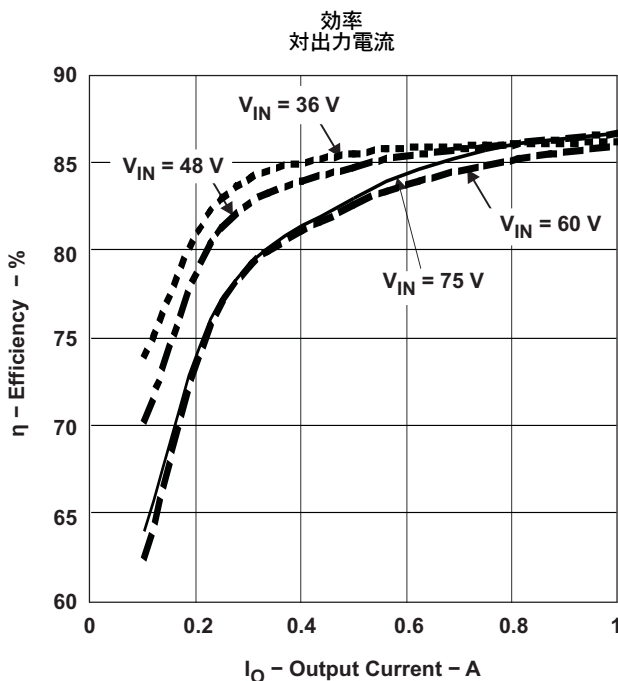
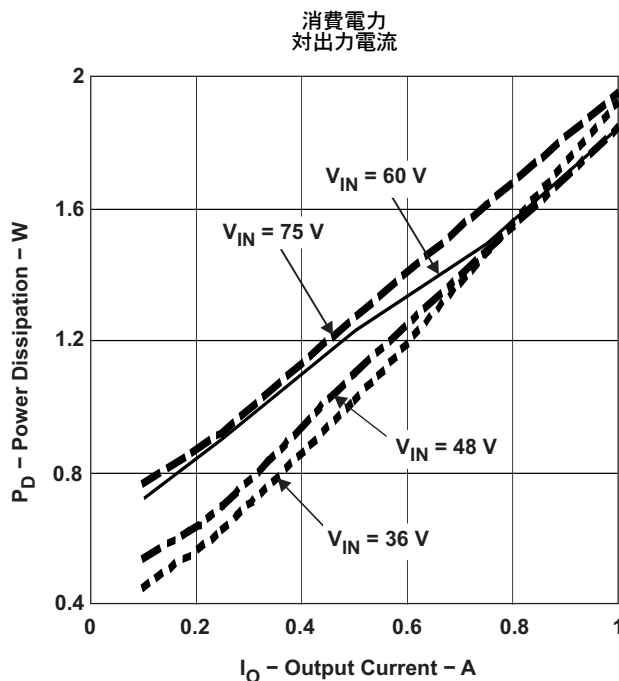
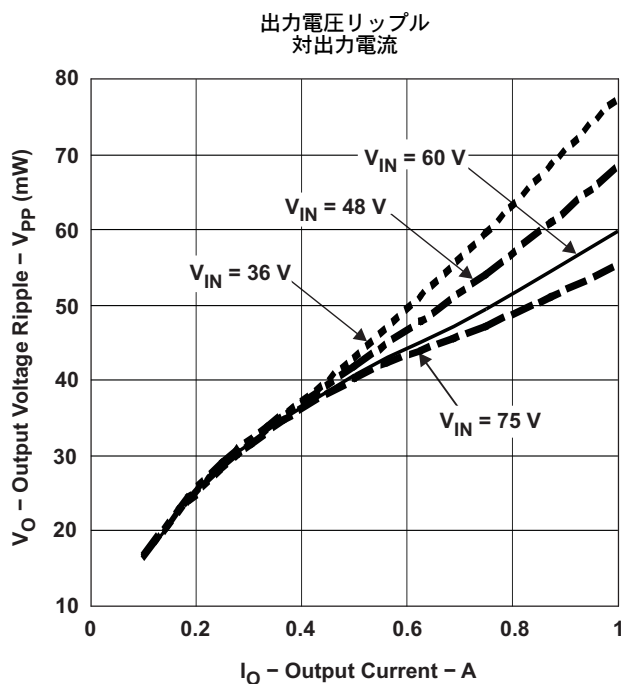

図 9.
図 10.
図 11.
- (5) 次の 図 9、図 10、および 図 11 に掲載されているすべてのデータは、 25°C 時に実際の製品から取得したものです。このデータはDC/DCコンバータの代表データと考えられます。